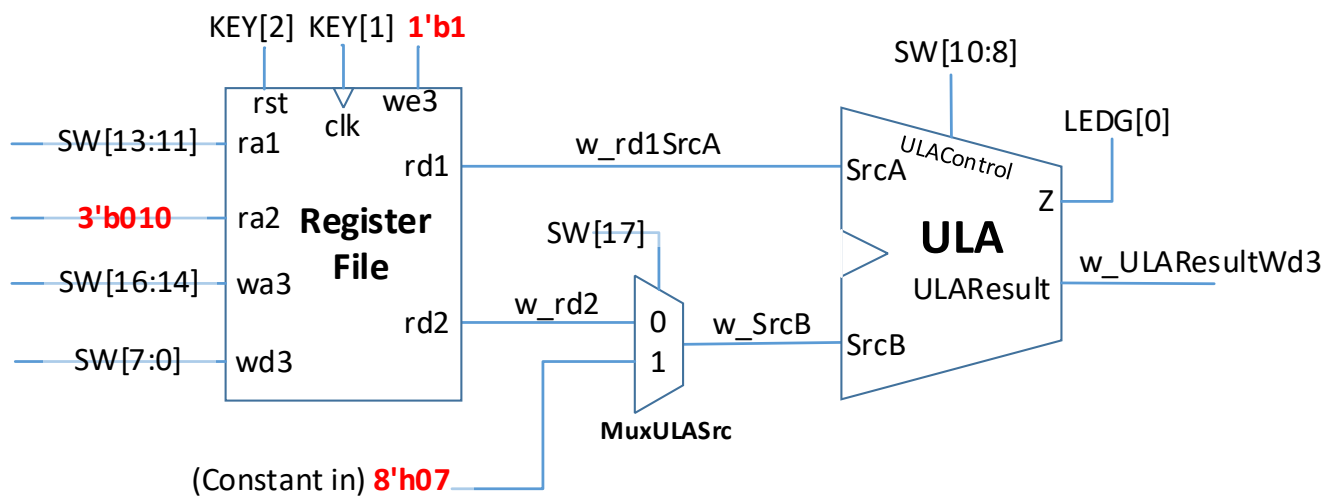

Figura 2 – Diagrama do Datapath
2. Instancie a ULA, o banco de registradores (implementado na sprint anterior) e um MUX de 2x1 de 8 bits, no seu ambiente de testes (Mod\_Teste). A montagem completa é ilustrada na Figura 2. Observe que o *MuxULASrc* possibilita a entrada direta de constantes de 8 bits na entrada SrcB da ULA.